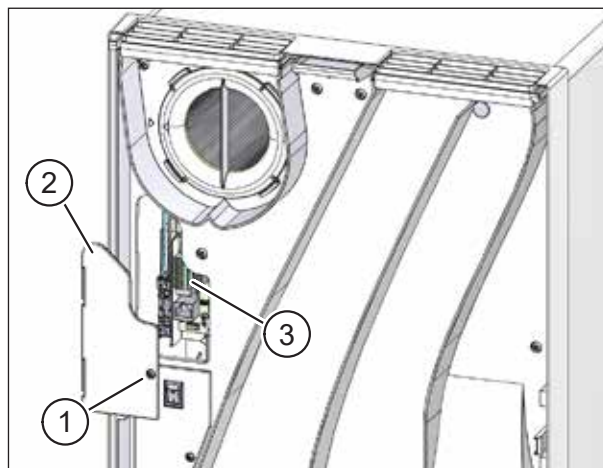

Abb. 26: Elektronikabdeckung abnehmen
- ▶ Lösen Sie mit dem Schraubendreher die Torx-Schraube (Pos. 1 in Abb. 26) an der Elektronikabdeckung (Pos. 2 in Abb. 26).
- ▶ Nehmen Sie die Elektronikabdeckung ab, um Zugang zur Anschlussplatine (Pos. 3 in Abb. 26) zu erhalten.